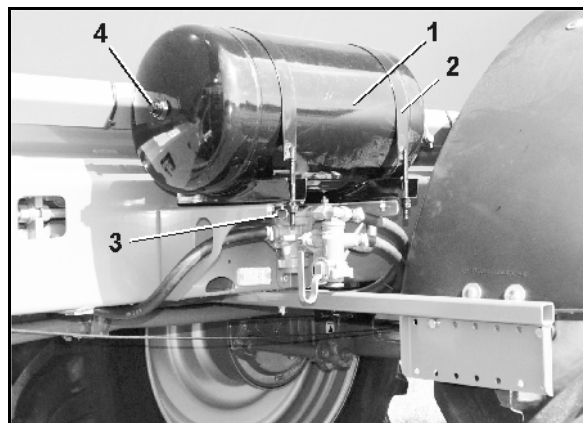

Fig. 90
2. Skru afløbsventilen (Fig. 90/3) ud af luftbeholderen og rengør luftbeholderen, når der konstateres snavs.